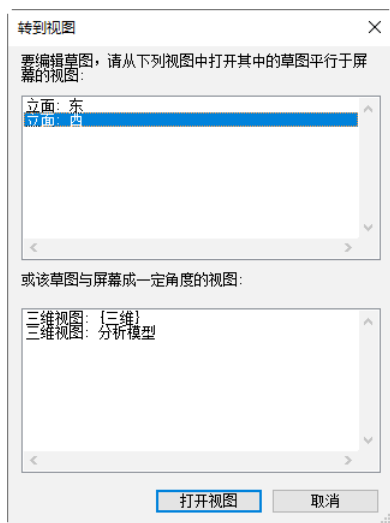
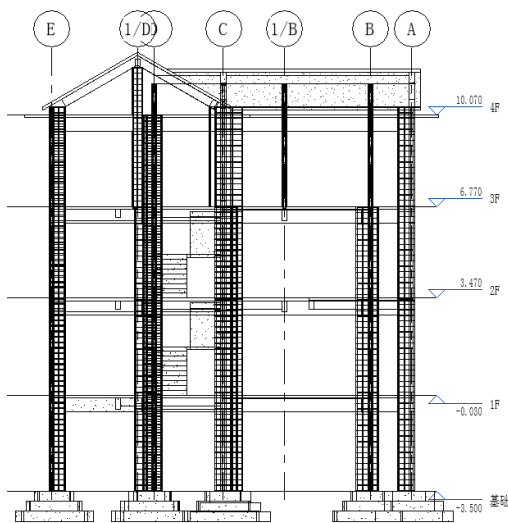

图 13-92 “转到视图”对话框
图 13-93 西立面视图
(1) 单击“结构”选项卡“工作平面”面板中的“设置”按钮, 打开“工作平面”对话框, 选择“名称”单选项, 在其下拉列表中选择“轴网: 1/1”, 单击“确定”按钮。
(2) 打开“转到视图”对话框, 如图 13-92 所示, 选择“立面: 西”视图, 单击“打开视图”按钮, 将视图转换到西立面视图的轴线 1/1 截面, 如图 13-93 所示。